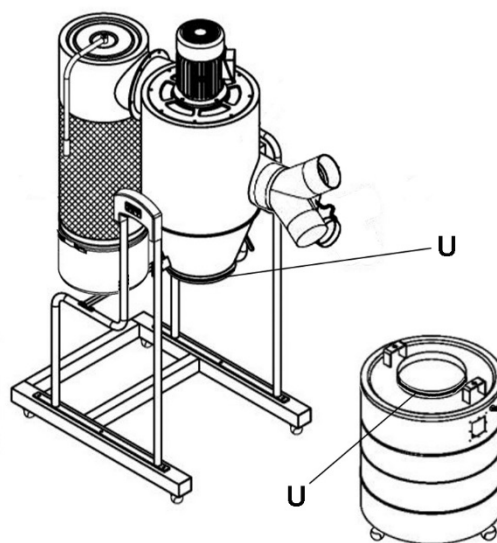

Figure 11
15. Appliquez le ruban en mousse (U) autour de l'entonnoir juste au-dessus de son coin inférieur. Voir la Figure 11. Le ruban en mousse doit entourer complètement l'entonnoir.
16. Appliquez le ruban en mousse (U) autour de la lèvre extérieure de l'ouverture du cylindre. La mousse doit entourer complètement la lèvre.